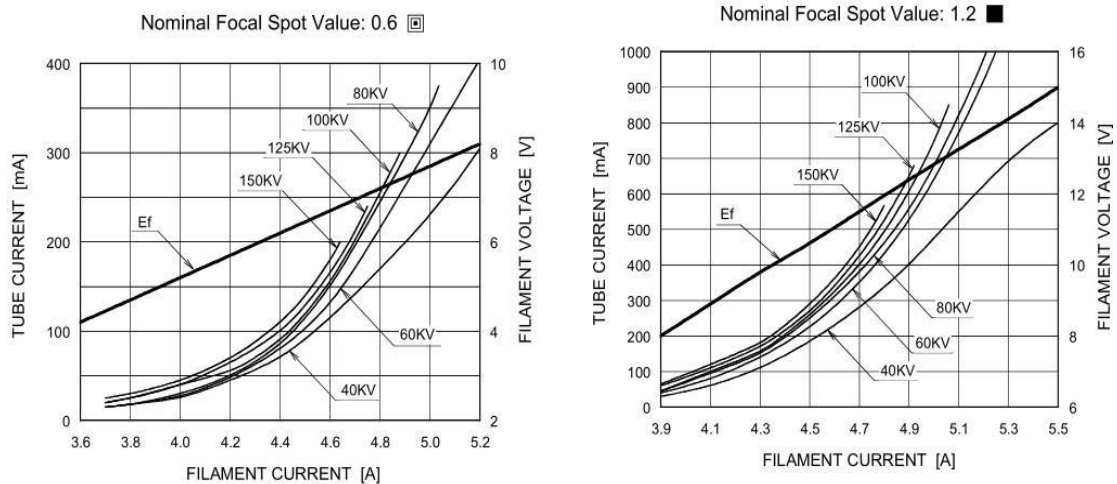

Figura 2-1: Características de emisión de filamentos del tubo de rayos X
15. Las características de emisión del tubo de rayos X se pueden ver en la Figura 2-1